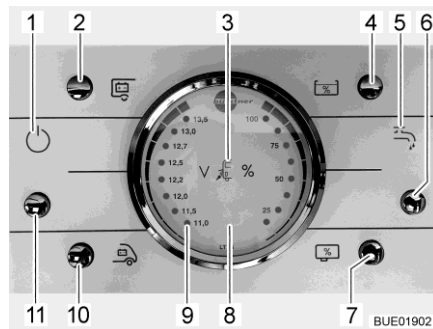

Bild 191 Panel LT 96
Der Taster (Bild 191,11) schaltet das Panel und die 12-V-Versorgung des Wohnraums ein und aus.
- Einschalten:** ■ Taster (Bild 191,11) drücken: Die 12-V-Versorgung des Wohnraums ist eingeschaltet. Die Kontroll-Leuchte (Bild 191,1) leuchtet.
- Ausschalten:** ■ Taster (Bild 191,11) drücken: Die 12-V-Versorgung des Wohnraums ist ausgeschaltet. Die Kontroll-Leuchte (Bild 191,1) erlischt.
Beim Anzeigeeinstrument V/Tank (Bild 191,8) die linke Skala beachten. Das Anzeigeeinstrument wird automatisch beleuchtet, sobald ein Taster gedrückt wird.
- Taster (Bild 191,10) drücken: Die Batteriespannung der Starterbatterie wird angezeigt.
- Taster (Bild 191,2) drücken: Die Batteriespannung der Wohnraumbatterie wird angezeigt.
Beim Anzeigeelement V/Tank (Bild 191,8) die rechte Skala beachten. Das Anzeigeelement wird automatisch beleuchtet, sobald ein Taster gedrückt wird.
- Taster (Bild 191,4) drücken: Die Wassermenge wird angezeigt.
- Taster (Bild 191,7) drücken: Die Abwassermenge wird angezeigt.
- Taster (Bild 191,6) drücken: Die Wasserversorgung ist eingeschaltet. Die Kontroll-Leuchte Wasserpumpe (Bild 191,5) leuchtet.
- Taster (Bild 191,6) drücken: Die Wasserversorgung ist ausgeschaltet. Die Kontroll-Leuchte Wasserpumpe (Bild 191,5) erlischt.
Die rote Warnleuchte "ALARM" (Bild 191,9) blinkt, sobald die Spannung der Wohnraumbatterie 11 V (Messung im laufenden Betrieb) unterschreitet und damit Tiefentladung droht.
Die 12-V-Kontroll-Leuchte (Bild 191,1) leuchtet, wenn der 12-V-Haupttaster (Bild 191,11) eingeschaltet ist.
Die 230-V-Kontroll-Leuchte (Bild 191,3) leuchtet, wenn am Eingang des Elektroblocs Netzspannung vorhanden ist.